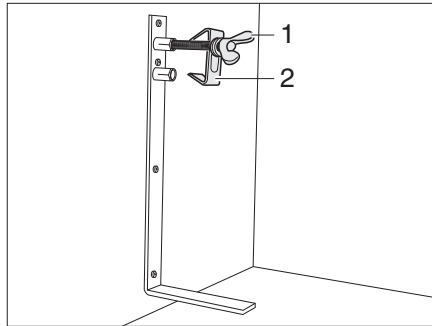

Fig. 176 Etrier de roue de secours
- Desserrer la vis (Fig. 176,1) et l'enlever avec le centrage (Fig. 176,2).